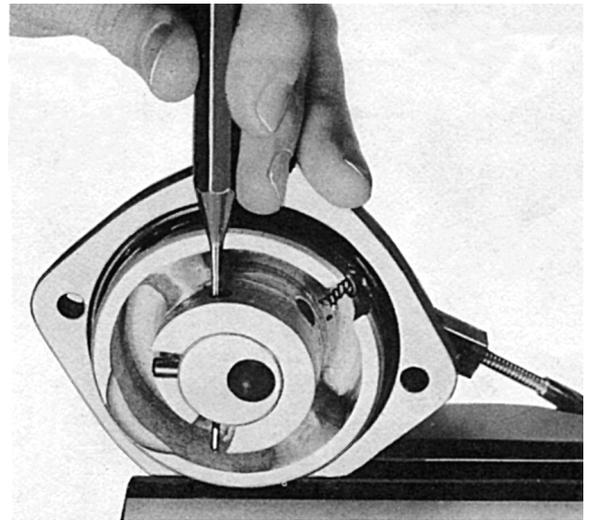

Fig. 22.
1. Extraire la goupille élastique (64, figure 57), voir figure 22, et retirer la goupille (65). Enlever le fil d'arrêt (60), le ressort (59) et la bille (58). Extraire le piston excentrique (55) et démonter la bague d'étanchéité (63).